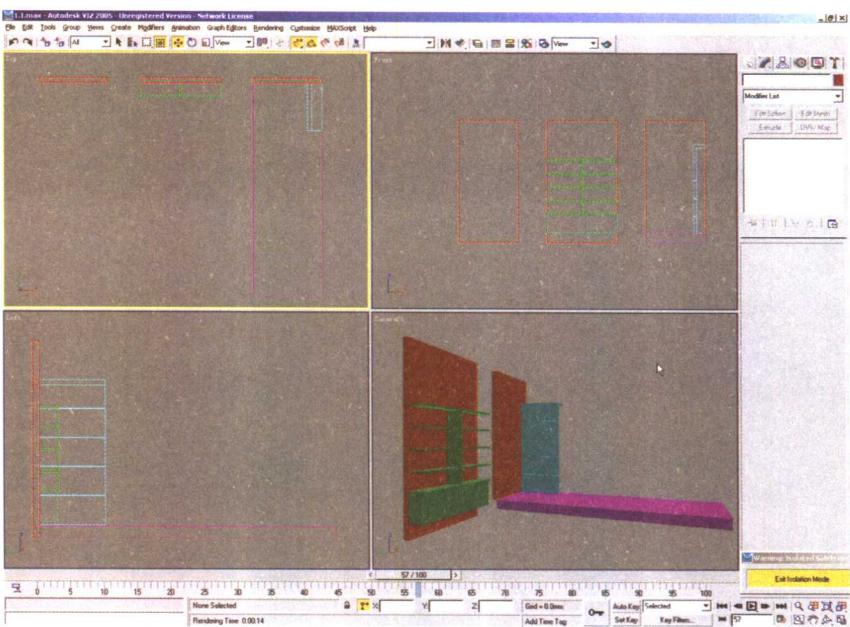

图 1-17 拉伸其他线形
(18)选择youjiban.01线形,用Extrude命令进行拉伸,设置其拉伸值为1000mm。完成后效果如图1-17所示。